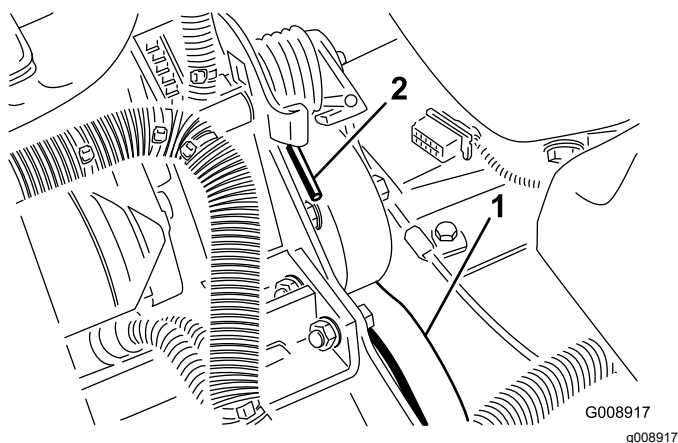

Рисунок 78
3. Нажмите вниз и вперед на конец пружины (Рисунок 78), чтобы вывести ее из зацепления с кронштейном и снять натяжение пружины.